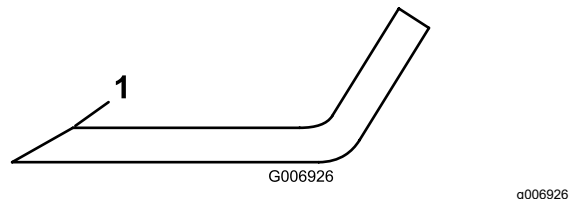

**Рисунок 74**
3. Осторожно проверьте режущие кромки ножей, особенно в точке соединения плоской и изогнутой частей ножа (Рисунок 74).